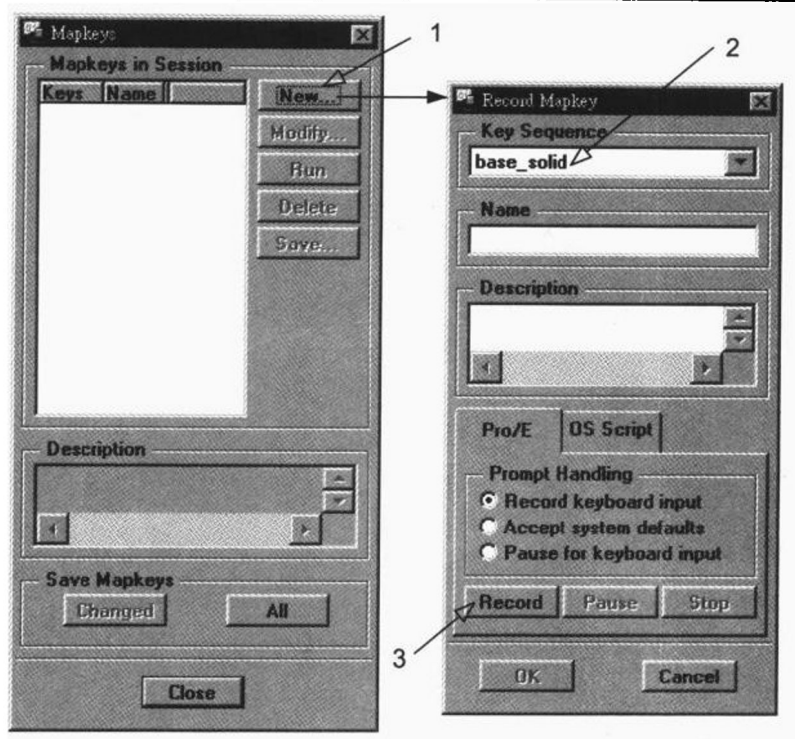

图 1.8
- [在 **Mapkeys** 对话框中单击 New 按钮, 如图 1.8 的 1 所示]
- [打开 **Record Mapkey** 对话框, 如图 1.8 的右图所示]
- [在 **Key Sequence** 列表框中输入快捷键的名称: base_solid, 如图 1.8 的 2 所示]
- [在 **Record Mapkey** 对话框中单击 Record 按钮, 如图 1.8 的 3 所示]